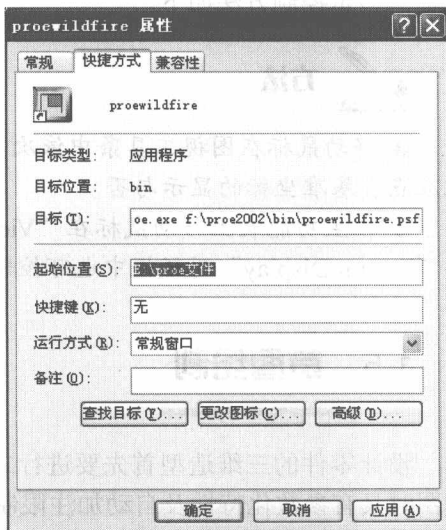

图 1.15 “proewildfire 属性”对话框
② 用鼠标右键单击桌面上的 Pro/E 野火版软件快捷键, 在弹出的快捷菜单中选择“属性 (R)”指令, 系统将弹出“proewildfire 属性”对话框, 如图 1.15 所示。移动鼠标单击对话框中的“快捷方式”标签, 然后在“起始位置 (S)”文本框中输入“E:\proe 文件”, 应用后单击“确定”按钮。